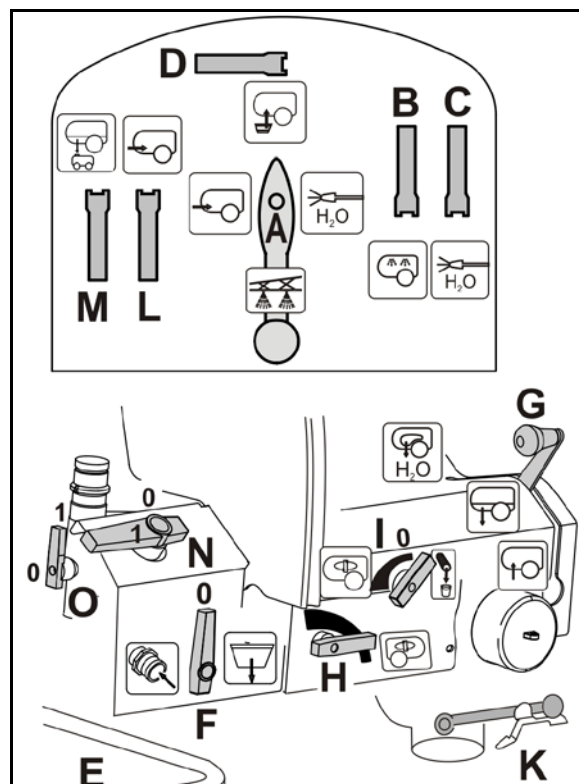

Bild. 147
Rengör sugfiltret (Bild. 147) dagligen efter rengöring av fältsprutan.
1. Lossa locket till sugfiltret (Bild. 147/2).
2. Ta ut locket med sugfilter (Bild. 147/3) och rengör med vatten.
6. Lossa locket på sugfiltret (Bild. 147/2).
7. Flytta avlastningsventilen på sugfiltret (Bild. 147/1)
8. Ta ut locket med sugfilter (Bild. 147/3) och rengör det med vatten.